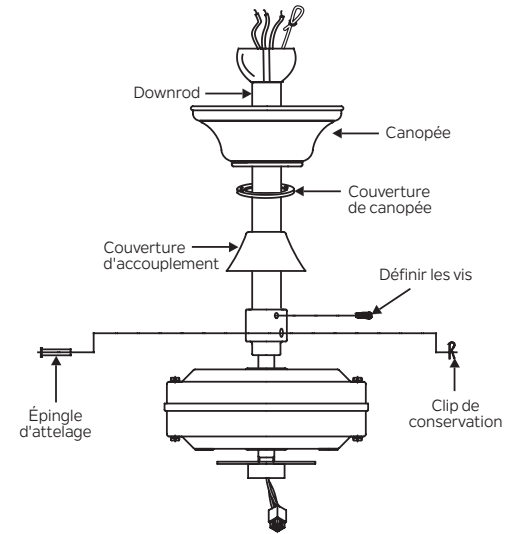

Fig. 9
**Étape 8.** Glissez le couvercle d'accouplement, le couvercle de la canopée et la verrière sur la tige descendante. (Fig. 9)